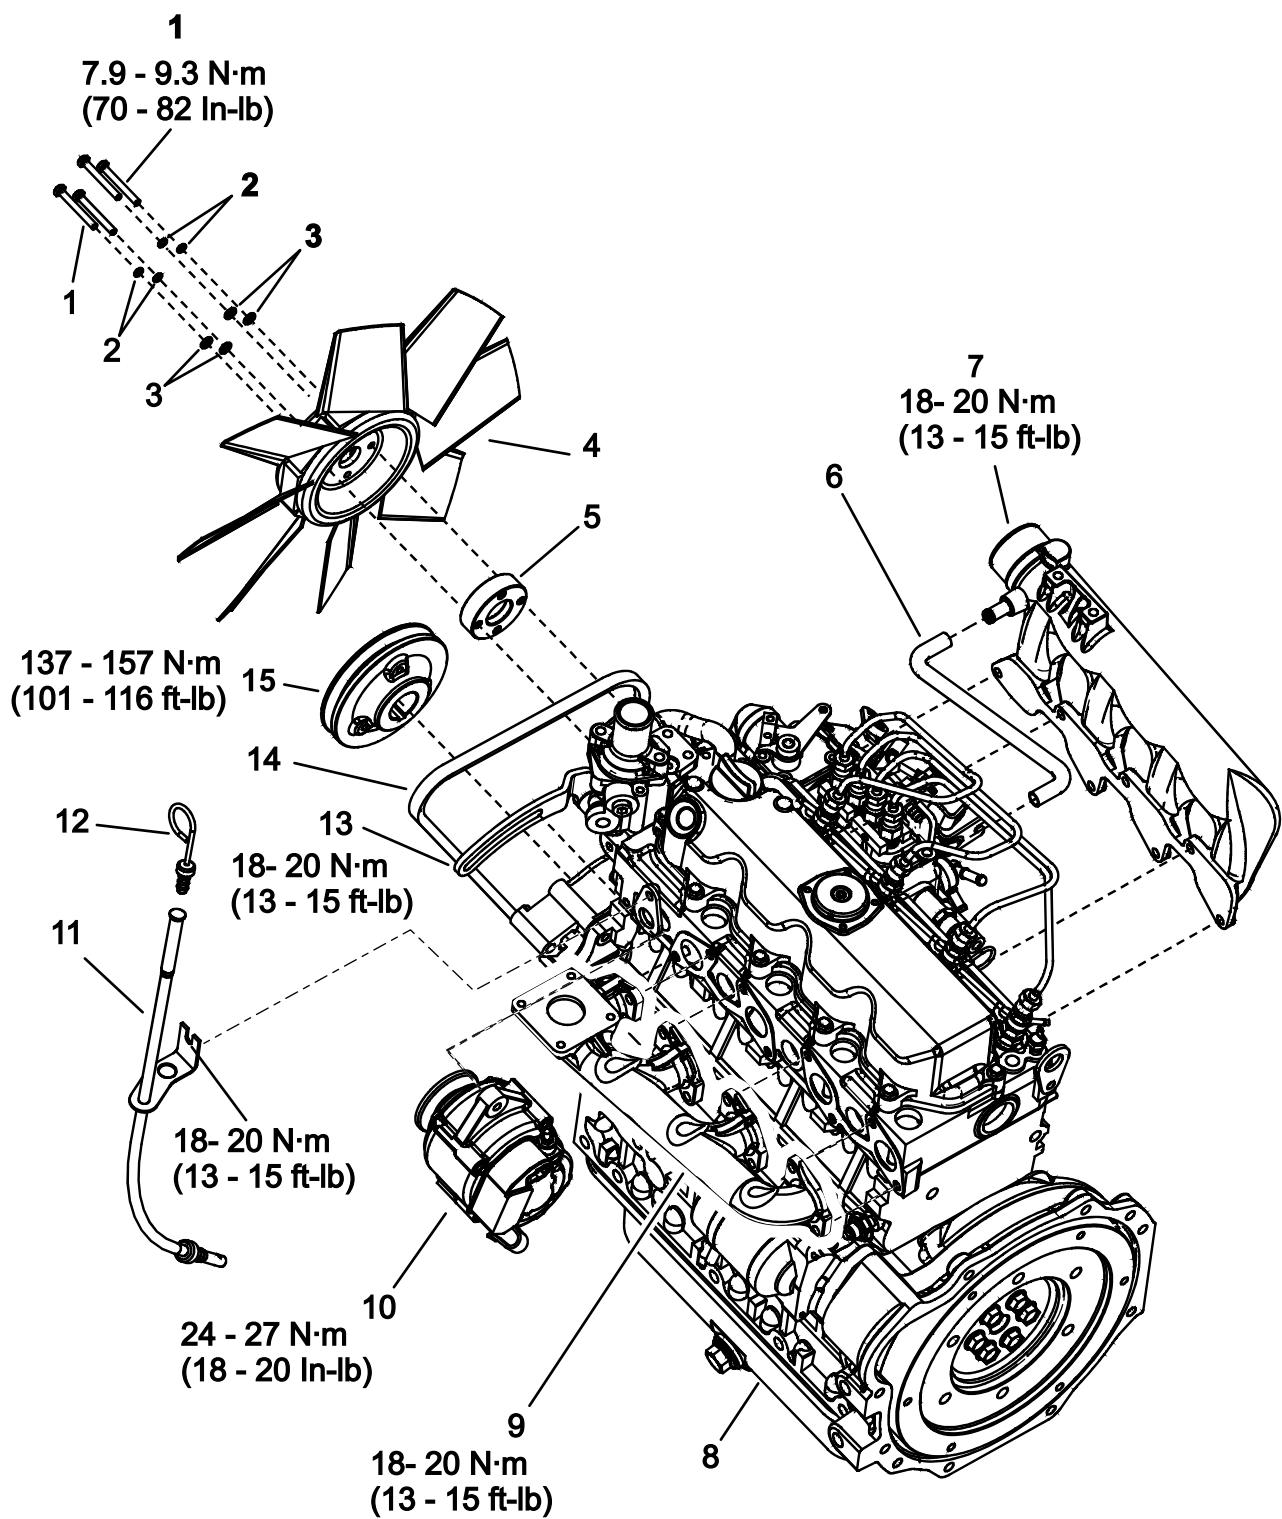

Figure 5
1. Déposez les pièces indiquées à la Figure 5 de l'ancien moteur et posez-les sur le moteur de rechange.